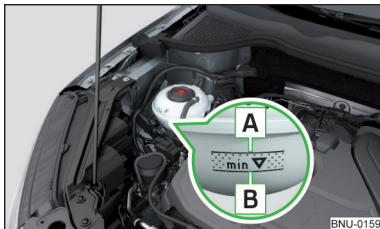

Fig. 300
**Verificar el estado del líquido refrigerante** - el líquido refrigerante tiene que estar entre las marcas **A** y **B** » **fig. 300.** Si el estado del líquido refrigerante está debajo de la marca **B**, rellenar el líquido refrigerante.
La **especificación** del líquido refrigerante se encuentra en el depósito de compensación del líquido refrigerante » **fig. 300.**
- No rellene el depósito de líquido refrigerante por encima de la marca **A** » **fig. 300.** El líquido refrigerante puede ser presionado por el calentamiento del sistema de refrigeración - Existe el peligro de un daño de las partes del vano motor.